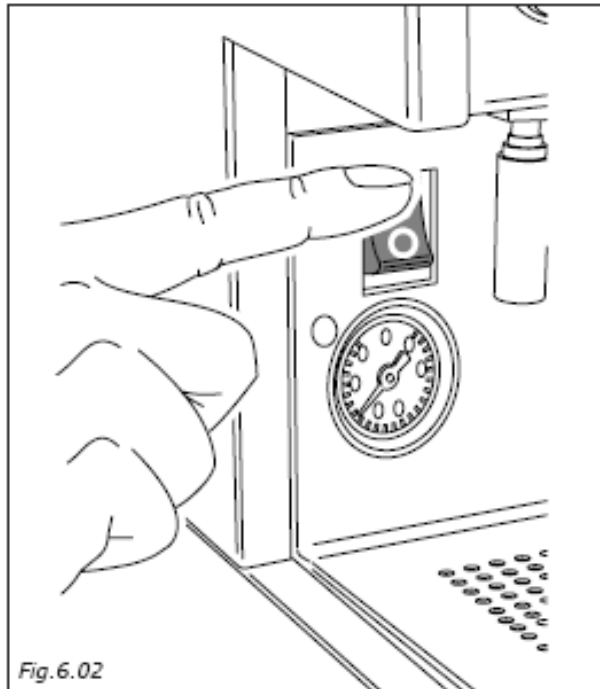

Fig. 6.02
- Stellt man den Hauptschalter (Abb.6.02) auf I, schaltet sich die Kontrolllampe des Schalters ein.